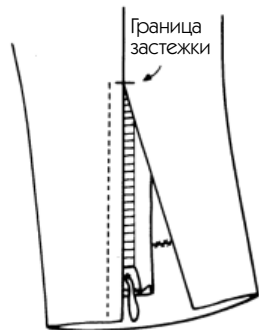

Рис. 277
В данном случае выбор молнии достаточно важен. На рис. 277 показано правильное положение молнии — бегунком книзу.
3. Сначала заколите бегунок, чтобы пулер не выходил за край рукава (рис. 277).
Примечание. Снизу на этом примере изображен простой бегунок разъемной молнии, но если бегунок низа снабжен таким же пулером, что и бегунок верха, то нужно предусмотреть удлинение разреза (см. рис. 277).